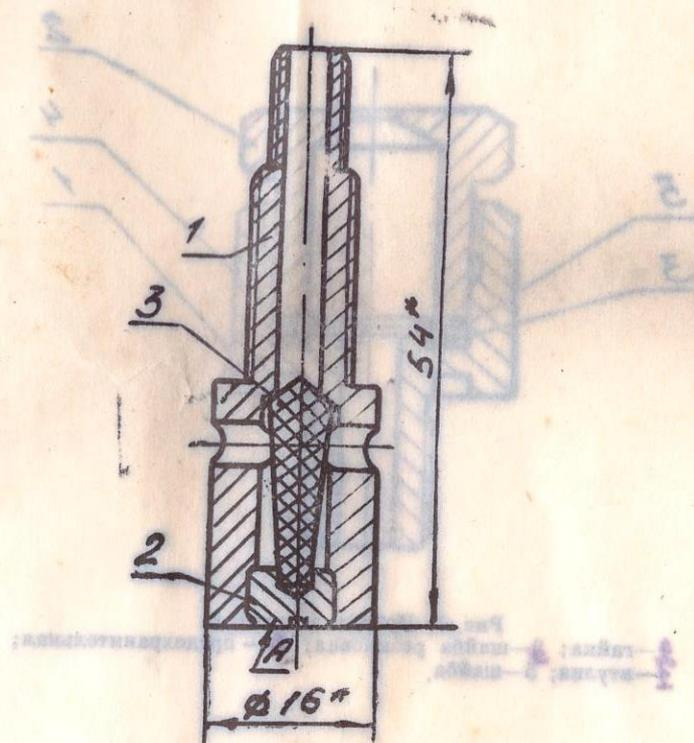

Рис. 2 Клапан нагнетательный
- 4.7. Нагнетательный клапан предназначен для накачивания через него воздуха в автоклав (см. рис. 2).